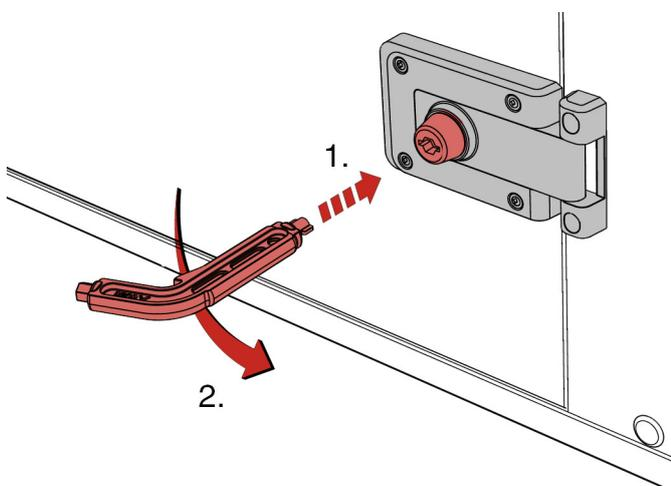

Abb. 50: Verschluss öffnen
2. ▶ Den Schlüssel oder Hebel 90° gegen den Uhrzeigersinn drehen (Abb. 50).